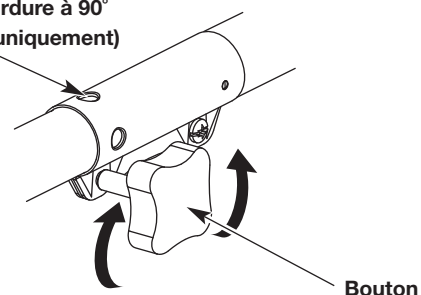
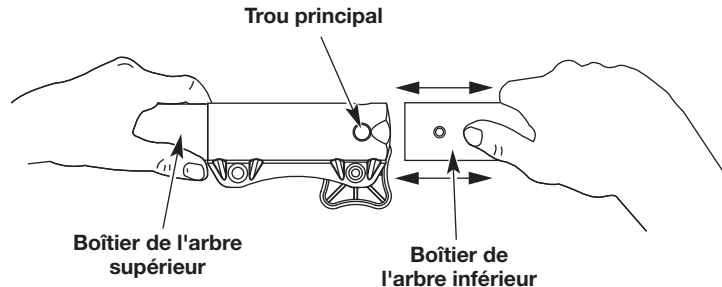

Fig. 1
Fig. 3
1. Desserrez le bouton en le tournant dans le sens inverse des aiguilles d'une montre (Fig. 1).
2. Pendant que vous tenez fermement l'accessoire, poussez-le directement dans le coupleur jusqu'à ce que le bouton-ressort saute en place dans le trou principal (Fig. 3).
3. Serrez le bouton en le tournant dans le sens des aiguilles d'une montre (Fig. 1).
ATTENTION : Avant d'utiliser l'appareil, assurez-vous que le bouton-ressort est complètement enclenché dans le trou principal (Fig. 3) et que le bouton (Fig. 1) est bien serré.
Pour la taille décorative de bordures avec l'accessoire débroussailleuse, verrouillez le bouton-ressort de l'accessoire dans le trou à 90° (Fig. 1).
3. Tout en maintenant fermement le logement de l'arbre supérieur, tirez l'accessoire tout droit hors du coupleur (Fig. 3).